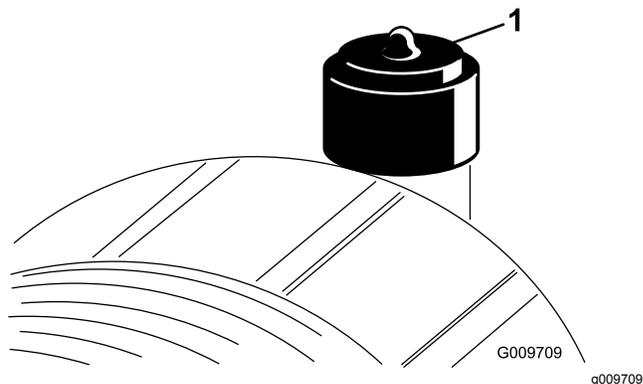

図 28
エアクリーナの整備はインジケータ **図 28** が赤色になってから行ってください。早めに整備を行っても意味がありません。むしろフィルタを外したときにエンジン内部に異物を入れてしまう危険が大きくなります。
6. インジケータ図 28 が赤になっている場合はリセットする。